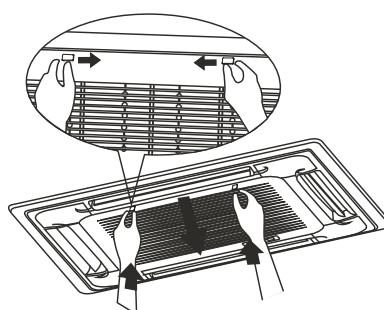
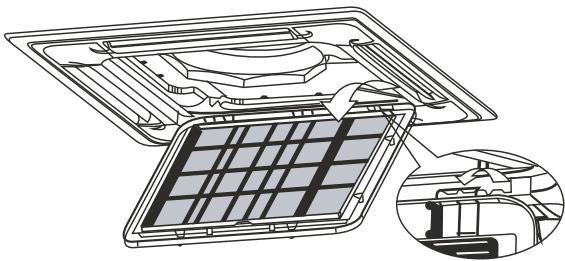

Fig. 13.1
Fig. 13.2
• Poussez simultanément les loquets du gril, comme indiqué à la Fig. 13.1. Abaissez ensuite la grille d'admission d'air (avec le filtre à air, comme illustré à la fig. 13.2). Tirez la grille d'admission d'air à 45° et soulevez-la pour retirer la grille.